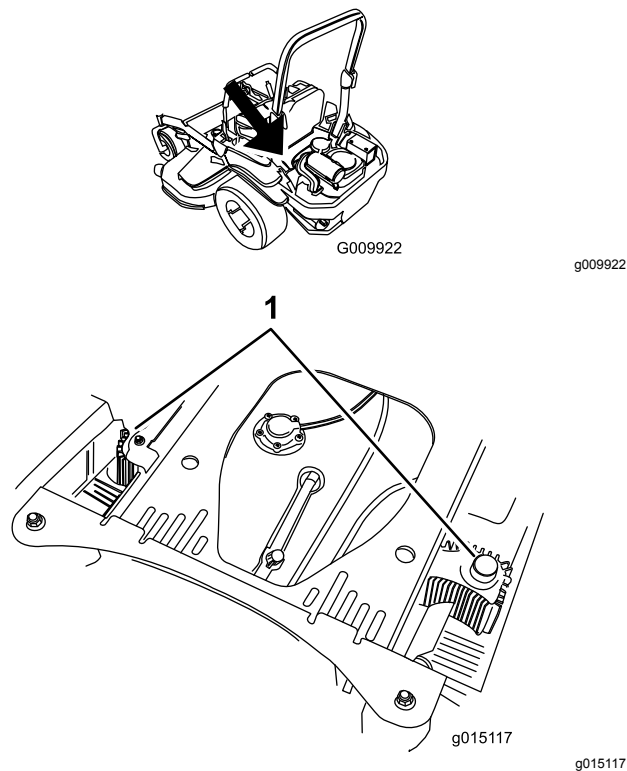

Figure 90
4. Débarrassez les carénages de l'unité hydraulique de l'herbe et des débris accumulés (Figure 90).